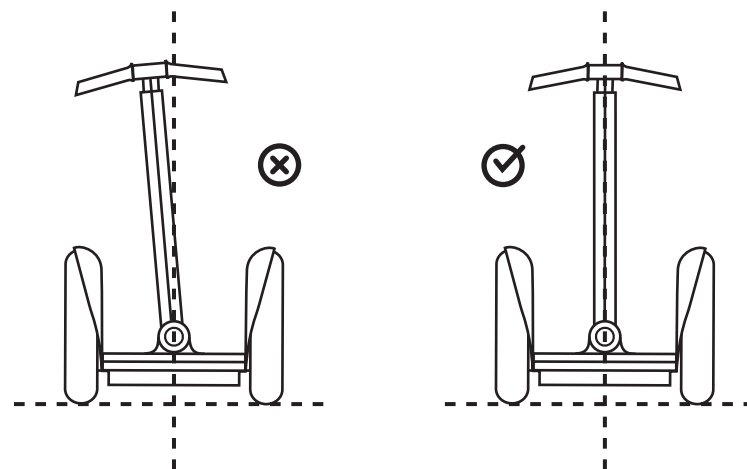

図4. LeanSteer フレームの中心
4. ファスナーをさらに締める前に、ツールレスリリースが真っ直ぐで中心にきていることを目で確かめます。ハンドルバーが真っ直ぐ中心でない場合は、LeanSteer フレームを調節して、真っ直ぐで中心にします。図4を参照してください。